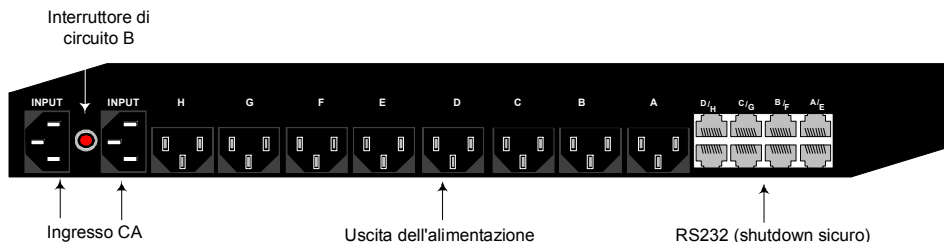

Figura 3 Pannello posteriore di RPS Manager e Slave
1. Collegare il connettore RJ11 alla porta RS232 corretta sul pannello posteriore dell'RPS. Vedere la Figura 3 sopra. Se, per esempio, il computer è collegato alla presa di corrente D, collegare il connettore RJ11 alla porta RS232 D.